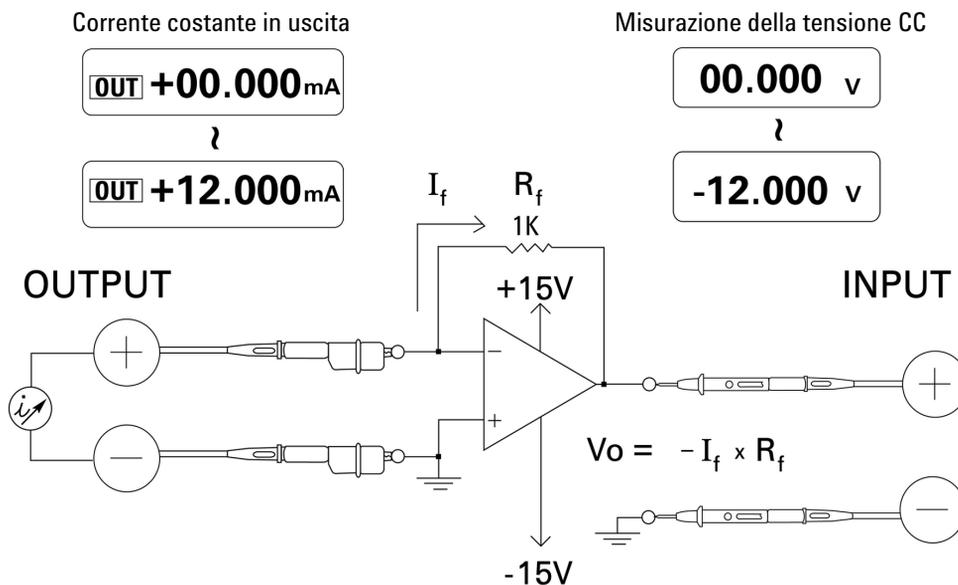

Figura 5-13 Convertitore corrente-tensione
Un amplificatore operazionale ideale può fungere da convertitore corrente-tensione. Nella Figura 5-13 l'amplificatore operazionale ideale mantiene il proprio terminale di ingresso di inversione sul potenziale di terra e forza il flusso della corrente in ingresso attraverso la resistenza di reazione. Di conseguenza $I_{in} = I_f$ e $V_o = -I_f \times R_f$. Osservare che il circuito fornisce la base per una misurazione di corrente ideale; introduce un calo di tensione pari a zero nel circuito di misurazione e l'impedenza in ingresso effettiva del circuito misurata direttamente sul terminale di ingresso a inversione è pari a zero.
- 5 Collegare l'amplificatore operativo come indicato nella Figura 5-13.